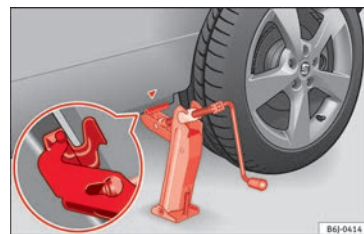

Fig. 66 Colocación del gato.
- Posicione el gato de modo que su garra envuelva el nervio del larguero inferior y que la placa base móvil se apoye plana sobre el suelo » » » **fig. 66**.